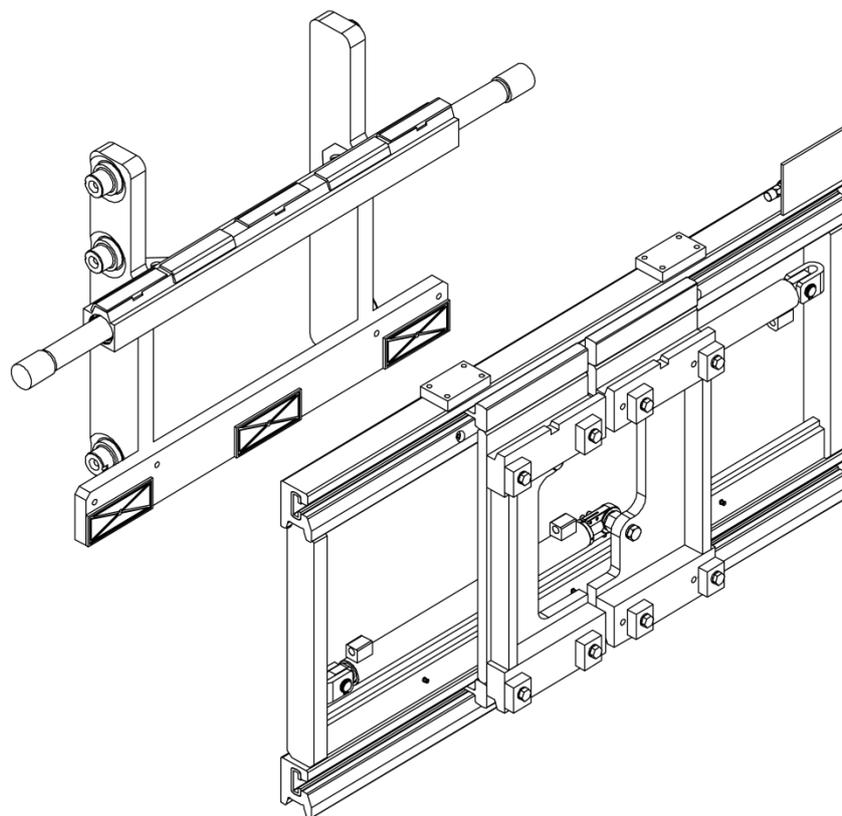

Figura 6
8. Riposizionare la struttura posteriore (vedi *Figura 6*).